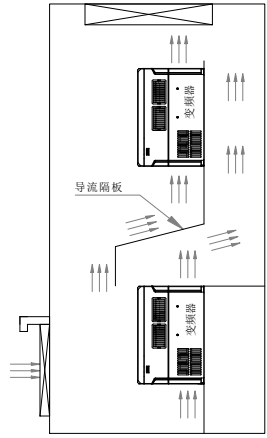

图 2-2 多台变频器的安装示意图
- (3) 多台变频器采用上下安装时，中间应用导流隔板如图 2-2 所示。